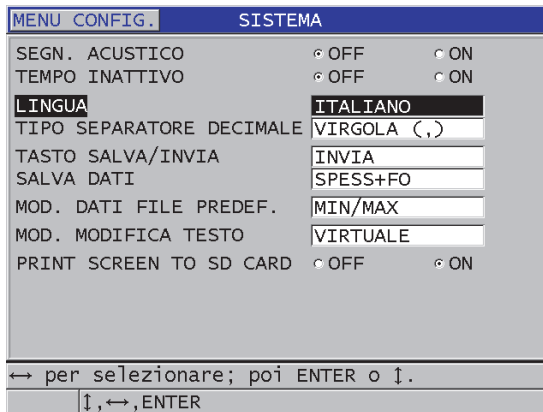

Figura 4-1 Selezione della lingua d'interfaccia dell'utente
3. Nella schermata **SISTEMA** (vedi Figura 4-1 a pagina 68):